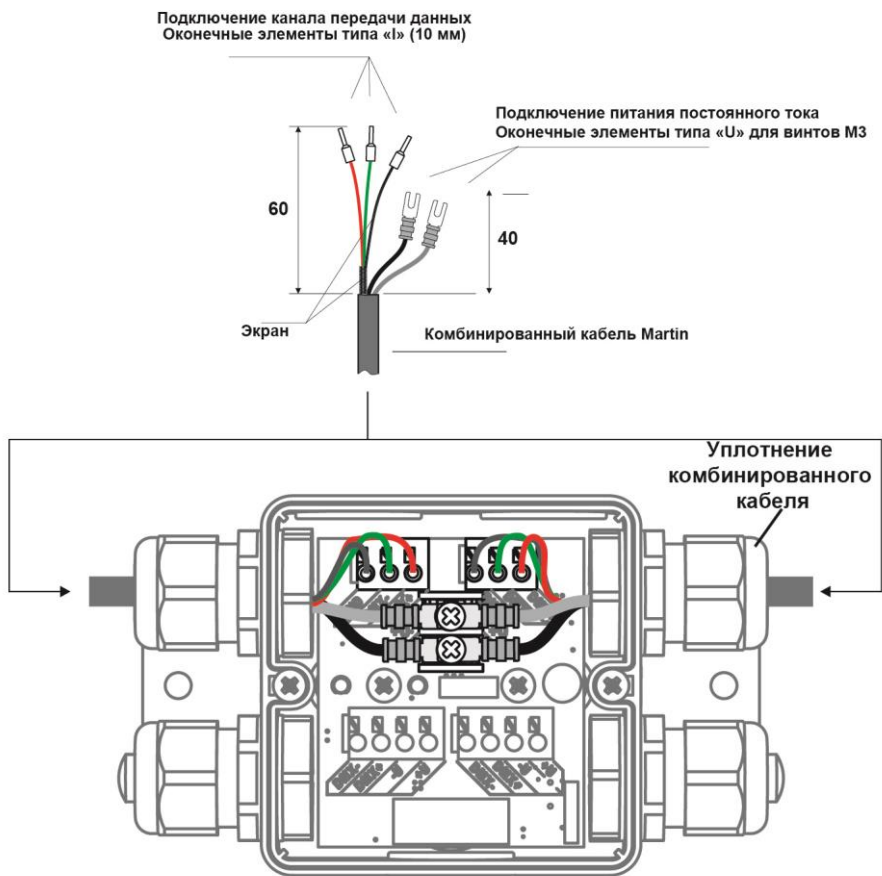

Рис. 21. Соединения комбинированного кабеля в сплиттере.
2. См. Рис. 21. Подготовьте комбинированный кабель сплиттера компании Martin™ необходимой длины для подключения к сплиттеру:
3. См. раздел «Установка кабеля в кабельное уплотнение» на стр. 23. Протяните комбинированный кабель сплиттера через одно из кабельных уплотнений (диаметр больше, чем у кабеля) на сплиттере, как показано на Рис. 21.